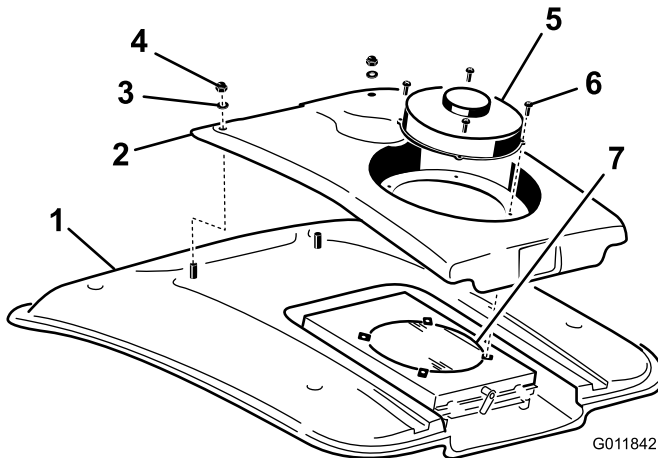

Figura 89
2. Retire los 4 tornillos que sujetan el ventilador y la tapa del condensador al soporte del ventilador (Figura 89).
4. Retire las dos tuercas y arandelas que sujetan la parte delantera de la tapa del condensador al techo de la cabina (Figura 89).
8. Limpie a fondo el condensador del aire acondicionado con aire comprimido (Figura 89).